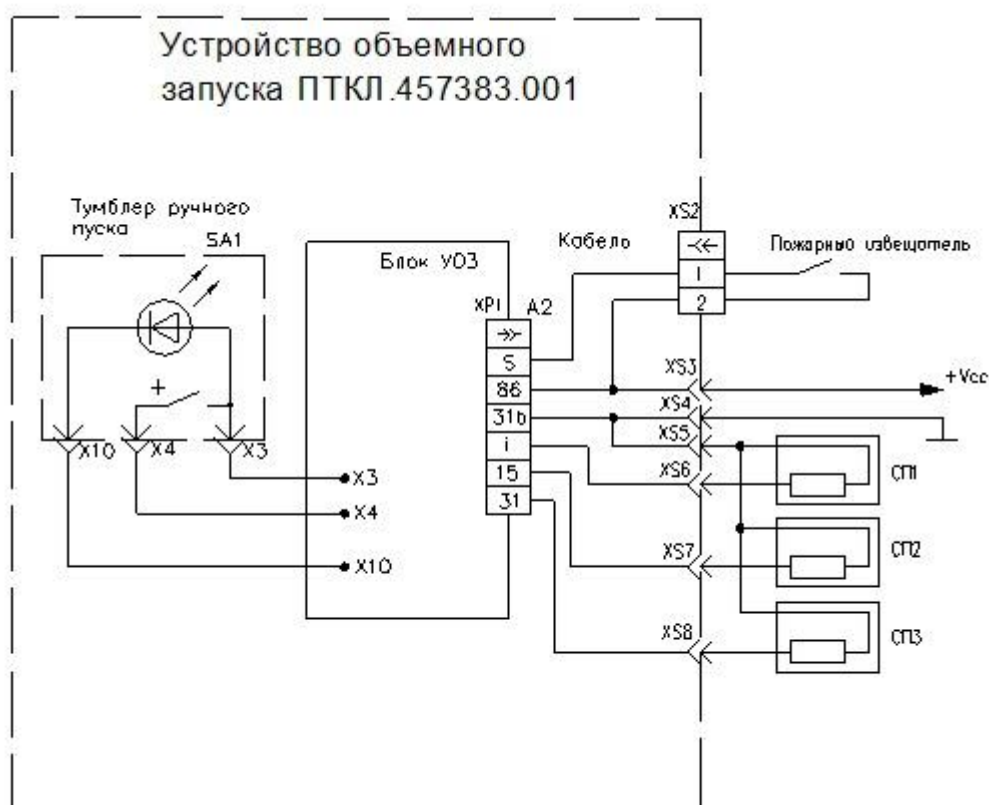

Рисунок 1
1.4.2 УОЗ предназначено для работы в автоматизированных системах обнаружения и тушения пожаров (АСОТП) на транспортных средствах и других объектах. Схема использования УОЗ в составе АСОТП представлена на рис. 1